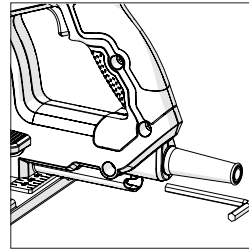

Fig. 1
- Localice la llave hexagonal de cambio de hoja que se suministra, situada en el compartimento de almacenamiento integrado **(19)** (**Fig.1**)